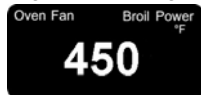

Fig. 5
2. Presione tres (3) veces el botón de horno para seleccionar la función de parrilla a convección ("Fan Broil"). La pantalla indicará la temperatura preprogramada. (Fig. 5)